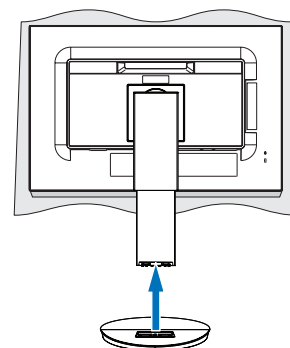

Figura 2
3. Fije la base al soporte y apriete el tornillo de la parte inferior (**Figura 2**).